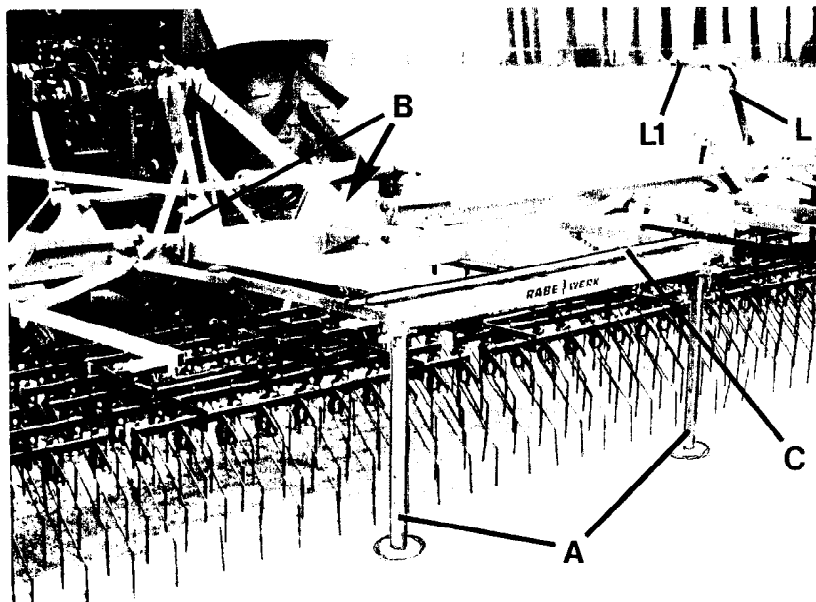
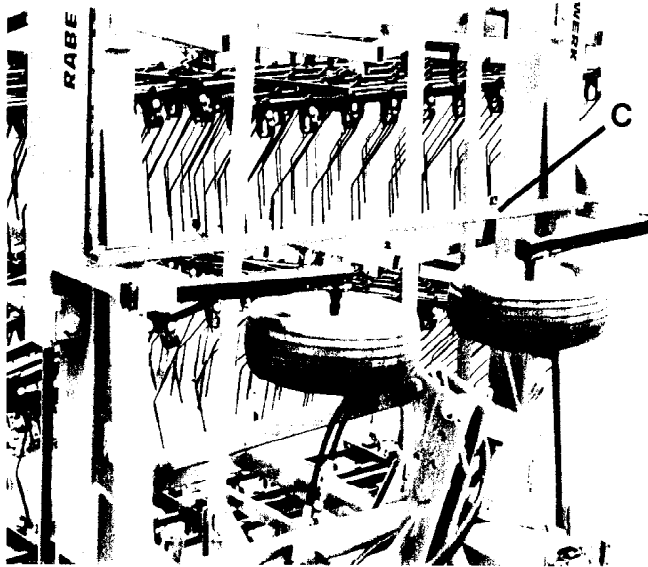

Fig.3
Fig. 5
Dal SER 1200, prima di chiudere, mettere da i due lati il terzo pezzo delle striglie da fuori in una posizione di debole pressione (2. buco dietro / regoletto perforato D, Fig. 10) e quando e' chiuso, attaccare i telai con una pertica (C, Fig. 5) - fissare con spina. giustare la lunghezza della pertica alla vite maglietta (in posizione di lavoro (la pertica viene messa indietro sul telaio in mezzo; C Fig. 3).
Da SER 1200 liberare i ganci (B) e anche la pertica di sicurezza dei telai laterali (C, Fig. 5) - e fissare indietro sul telaio (C, Fig. 3).
Controllare le viti degli affissi del telaio laterale ribaltabile (al perno di rotazione H, Fig.3), eventualmente regolare: posizione d'impiego e di trasporto (quando i cilindri sono dentro al telaio laterale e senza gioco e simmetrico).
Con SER 1200 fare attenzione che in posizione d'impiego le viti degli affissi della leva a squadra siano vicine (L, Fig. 3) - e che la tiranteria abbia "gioco" quando il telaio e' completamente equilibrato (L 1, Fig. 3), perche' cosi' il telaio esteriormente si possa adattare verso sopra/sotto a seconda del terreno.